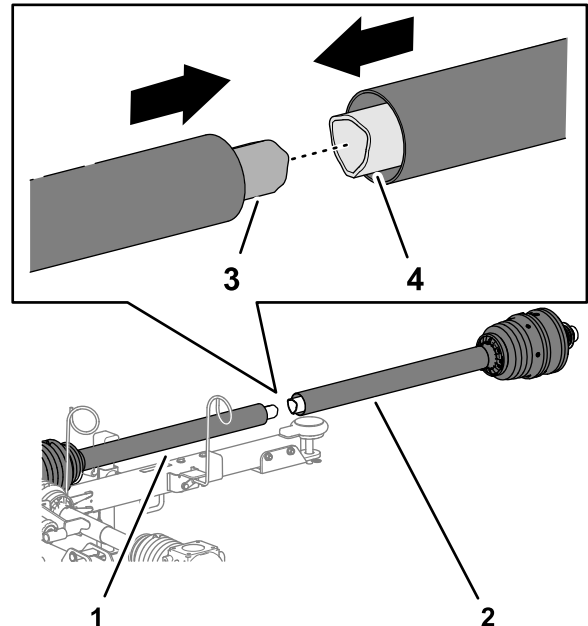

Figura 8
1. Allineate il tubo interno della metà posteriore dell'albero di trasmissione della PDF con il tubo esterno della metà anteriore dell'albero di trasmissione della PDF e unite insieme i tubi (Figura 8).